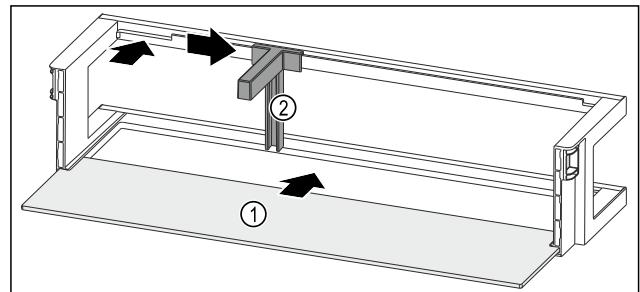

Fig. 96 Dveřní příhrádka s odkládací plochou
- Odkládací plochu Fig. 96 (1) zasuňte do bočních vybrání.
- Držák lahví Fig. 96 (2) vložte do vybrání.
- Držák lahví Fig. 96 (2) posuňte na stranu do požadované polohy.